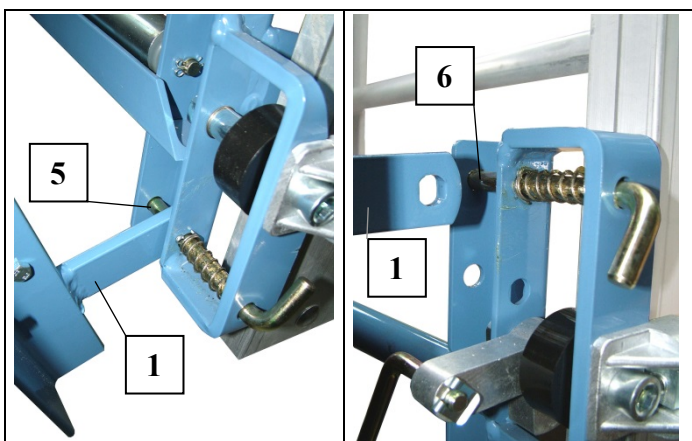

Fig. 42 Montarea platformei universale
- Platforma variabilă (ca platforma universală) se agață în cele două blocatoare cu resort inferioare ale saniei și se scoate din cele două blocatoare cu resort superioare (vezi Fig. 42).
- Se scoate tija suportului (4).
- Se trage și se rabatează țeava telescopică (8) din șurubul de prindere (9).
- Țeava telescopică (8) se scoate din nou.